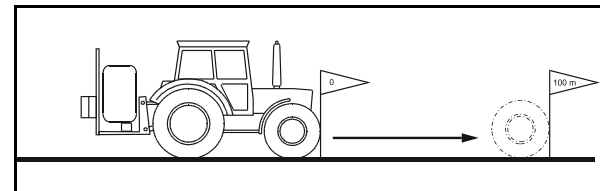

Bild 31
2. Markera början och slut (Bild 31).